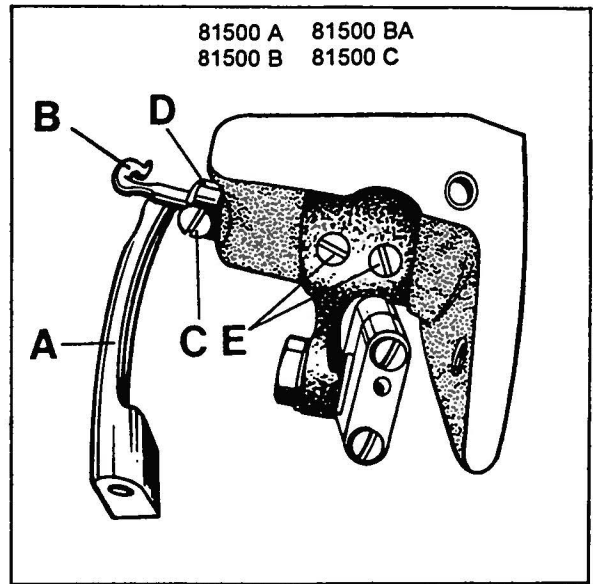

Fig. 14
The thread retainer (B, Fig. 14) should retain the lower looper thread before the lower looper (A) enters into the needle thread loop.
After loosening screw (C, Fig. 14) the thread retainer (B) can be moved to the left or right. Retighten screw on the flat of the thread retainer shank.
Der Fadenholer (B, Fig. 14) soll den Untergreiferfaden zurückhalten ehe der Untergreifer (A) in die Nadelfadenschlinge eintritt.
Nach Lösen der Schraube (C, Fig. 14) kann der Fadenholer (B) nach links oder rechts verschoben werden. Ziehen Sie die Schraube wieder auf der Befestigungsfläche des Fadenholerschaftes an.